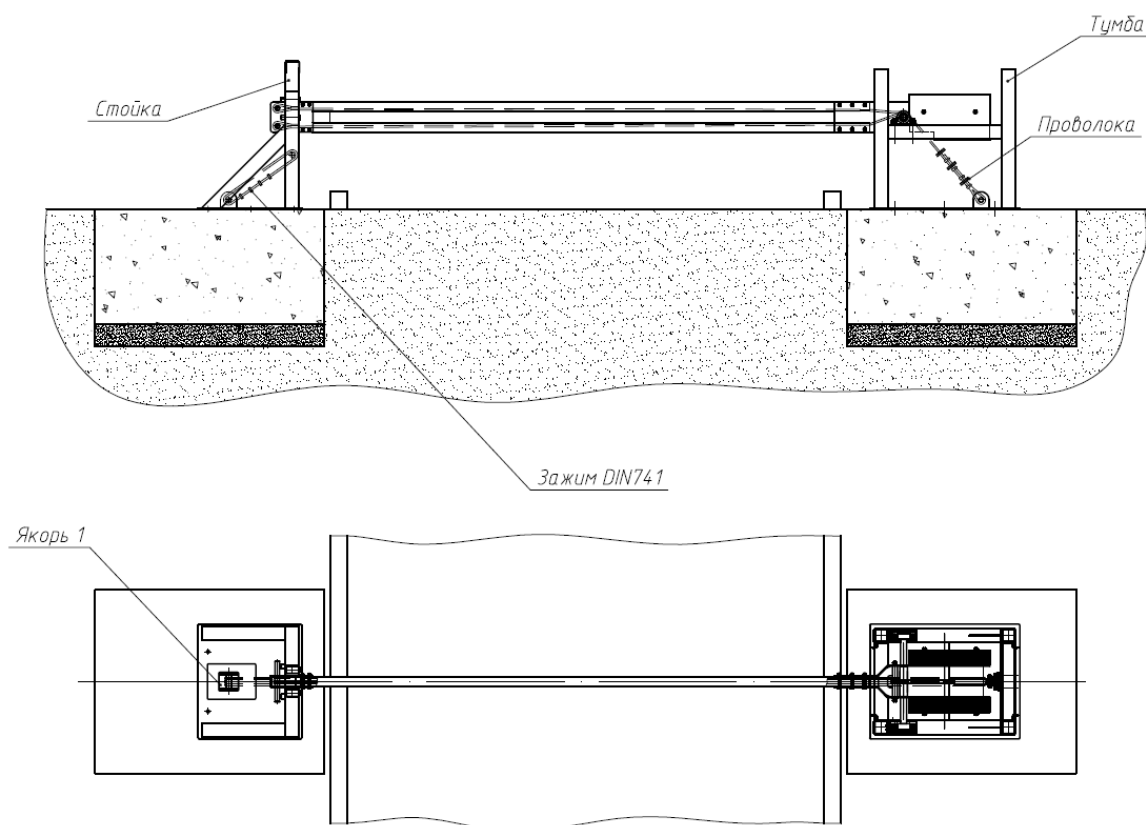
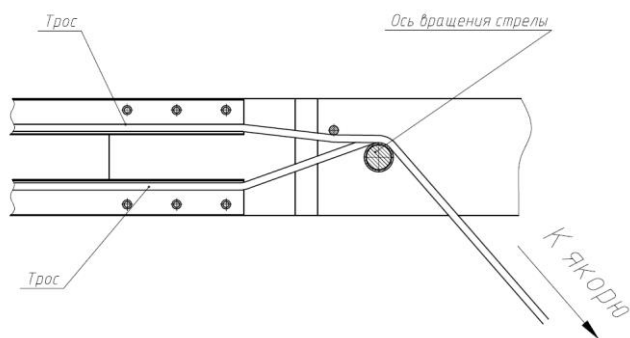

рис.5.1
рис.5.2
1.1.13 Связать стойку и якорь 1 при помощи четырех тросов  $\varnothing 16$ мм. Для фиксирования каждой петли из троса использовать по четыре зажима DIN741 (рис. 5.1). Тросы и зажимы входят в комплект поставки.
1.1.14 Свободные концы тросов, выходящие из стрелы, проложить до якоря (рис. 5.2) и закрепить за якорь при помощи зажимов DIN741 (рис.5.3). Для каждого троса использовать по четыре зажима. Свободные концы тросов допускается подрезать. Для предотвращения трения тросов о подвижные части шлагбаума стянуть все ветви тросов стальной проволокой (рис. 5.1).